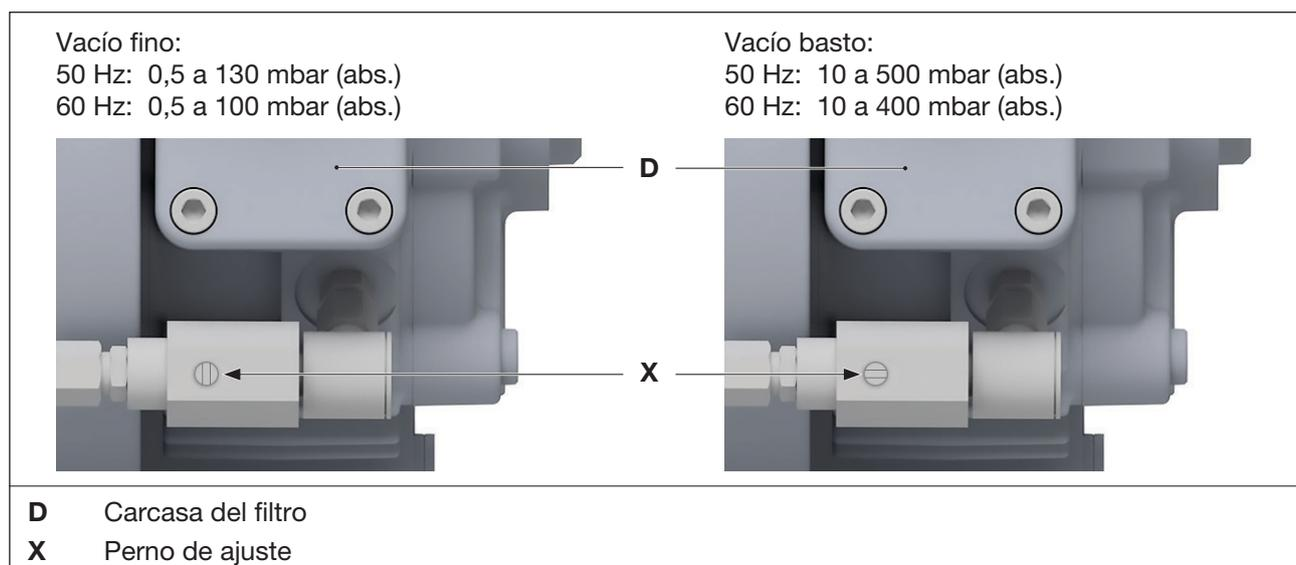

Fig. 5 Rango de funcionamiento ajustado para la versión VCE 25 (09)
- Ajuste el perno de ajuste (Fig. 5/X) con un destornillador al rango de funcionamiento deseado. Las posiciones para vacío fino y vacío basto se muestran en Fig. 5.